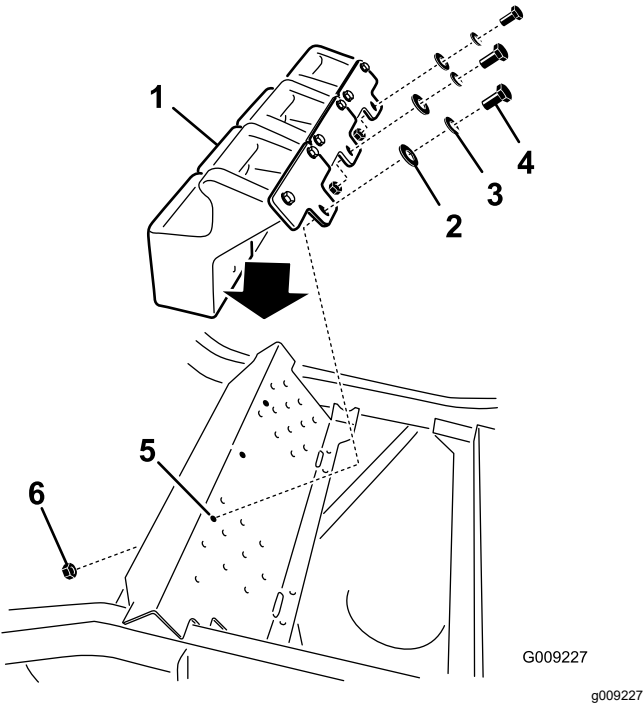

Figure 32
5. Instale los contrapesos delanteros encima del reposapiés (Figure 32).
6. Sujete los pesos delanteros encima del reposapiés y al soporte de montaje de los pesos con 6 pernos ($\frac{3}{8}$ " x 1"), 6 arandelas de freno ($\frac{3}{8}$ "), 3 tuercas con arandela prensada (arandela pequeña – $\frac{3}{8}$ ") y 6 arandelas planas ($\frac{3}{8}$ "), según se muestra en Figure 32.